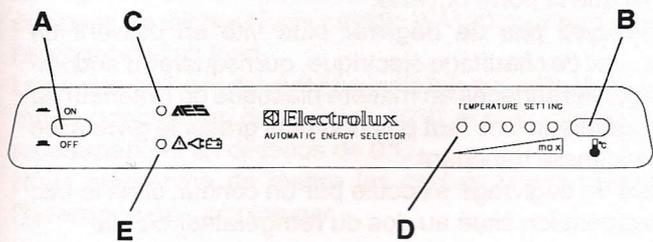

FIG. 1
La FIG.1 montre le tableau de commande. Pour mettre le réfrigérateur en marche, enfoncer l'interrupteur général (A). La diode AES (C) s'allume alors en vert pour indiquer que le système AES fonctionne. Le bouton poussoir (B) est pour sa part utilisé pour régler le thermostat, tandis que les diodes (D) indiquent la température choisie. Dès qu'il y a besoin de réfrigération, le sélecteur AES choisit la source d'énergie optimale.
ATTENTION: Les flammes nues étant interdites dans les stations-service, il est préférable, si vous n'êtes pas sûr que votre arrêt n'excédera pas 15 minutes, de couper l'interrupteur général (A), Fig.1, lorsque vous stoppez pour faire le plein.
Le système AES est conçu pour garantir un maximum de rendement frigorifique dans toutes les situations. C'est pourquoi la tension d'alimentation est surveillée en continu, indépendamment du fait que le réfrigérateur fonctionne sur 12 V ou 230 V. Si la tension est insuffisante, le système passe en fonctionnement au gaz, ce qui est indiqué par la diode jaune (E), Fig. 1, et demeure sur cette source d'alimentation jusqu'à ce que la tension soit revenue à son niveau normal.
Les numéros de repérage renvoient à la Fig. 1. Une fois mis en marche, le réfrigérateur demande plusieurs heures pour atteindre la température désirée.
1. Mettez l'interrupteur (A). Fig. 1, sur "OFF".